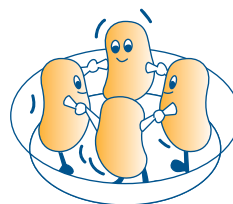

fig. 5
- 5) Se cozinhar várias unidades do mesmo alimento, por exemplo, batatas cozidas, **coloque-as em anel** numa forma de pirex para obter uma cozedura uniforme (fig. 5).